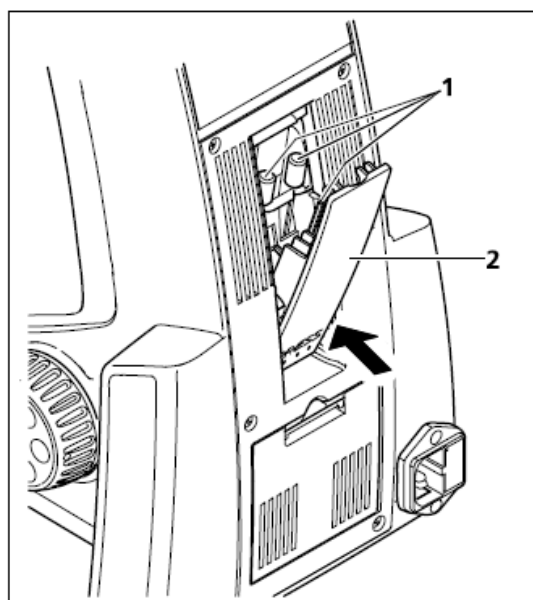

图. 3-2 存放工具的存储间
- I 安装和调试所需要的工具(图 3-2/1)存储在显微镜后部的工具仓(图 302/2)中,按下其下部即可打开.